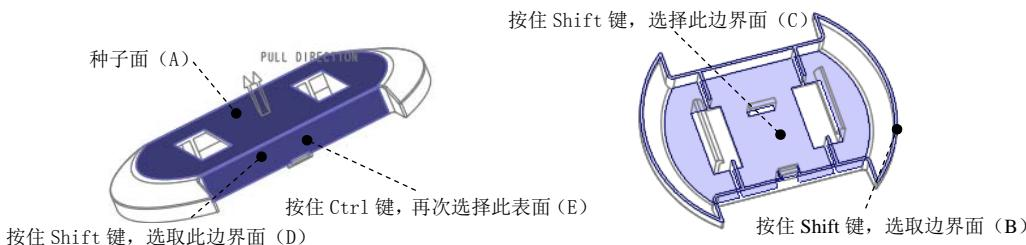

图 27.13 定义种子面和边界面
(1) 采用“种子面与边界面”的方法选取所需要的曲面。用户分别选取种子面和边界面后，系统则会自动选取从种子曲面开始向四周延伸直到边界曲面的所有曲面（其中包括种子曲面，但不包括边界曲面）。在屏幕右下方的“智能选取栏”中选择“几何”选项。
(2) 下面先选取“种子面”，操作方法如下：选择 **视图** 功能选项卡 **模型显示** 区域中的“显示样式”按钮 ，按下 按钮，将模型的显示状态切换到实线线框显示方式，将模型调整到图 27.13 所示的视图方位，将鼠标指针移至模型中的目标位置，选取图 27.13 中的模型的表面，该表面就是所要选择的“种子面”。
(3) 选取“边界面”，操作方法如下：按住 Shift 键，选取图 27.13 中的模型的一圈端部表面 (B) 为边界面，按住 Shift 键，选取图 27.13 中的模型的内表面 (C) 为边界面，按住 Shift 键，选取图 27.13 中的模型表面 (D) 为边界面。
(4) 按住 Ctrl 键，再次选取图 27.13 中的模型表面 (E) 为边界面。
(5) 单击 **模具** 功能选项卡 **操作** 区域中的“复制”按钮 .
(6) 单击 **模具** 功能选项卡 **操作** 区域中的“粘贴”按钮 。系统弹出“曲面：复制”操控板。
(7) 填补复制曲面上的破孔。在操控板中单击 **选项** 按钮，在“选项”界面选中 **排除曲面并填充孔** 单选项，在 **填充孔/曲面** 区域中单击“单击此处添加项”，在系统的提示下，再次选取图 27.13 中种子面的曲面。
(8) 在“曲面：复制”操控板中单击 **✓** 按钮。